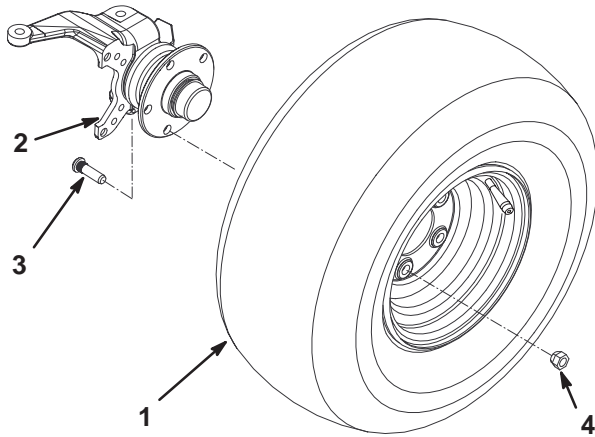

Bild 3
3. Montieren Sie die Räder mit den vorher entfernten Befestigungsteilen (Bild 3) und ziehen sie mit 61–88 Nm fest.